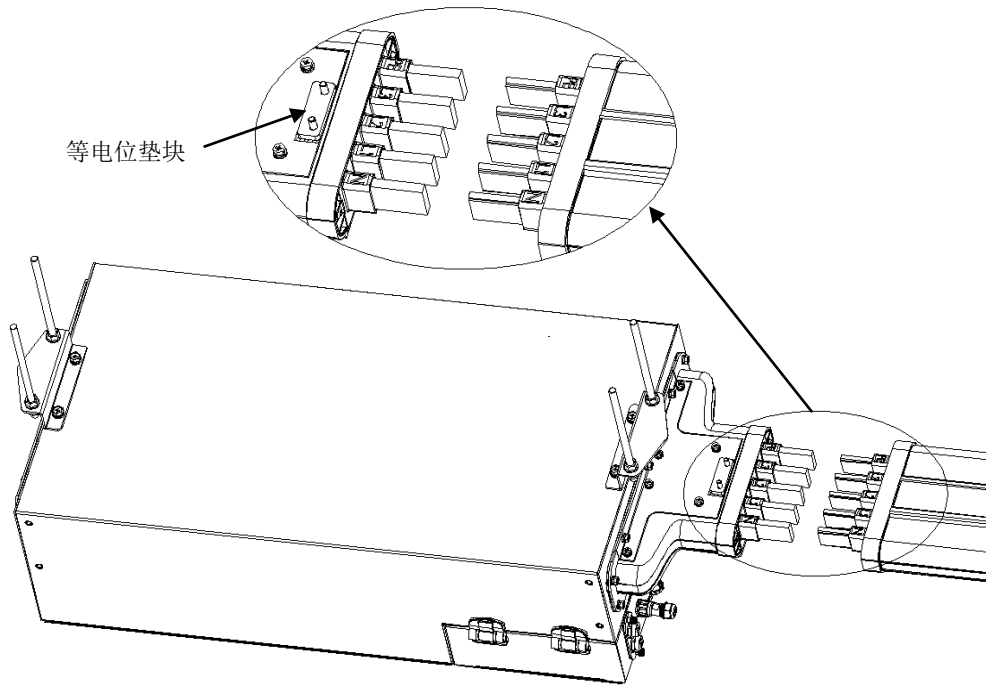

图 2-3 始端箱水平安装示意图
5. 始端箱和直线端之间的连接组件的装配方法参照连接组件的装配指导，详见 2.4.4 节；但是在始端箱侧需要用等电位垫块（见图 2-3）替代固定支架。
1. 始端箱与直线段配合装配时，直线段装配具有方向性，直线段端头标签相序需要和始端箱上的保持一致，详见图 2-3。
- 步骤 5. 检查直线段、连接件的标签, 检查接地通道位置, 确保相序和接地通道位置正确 (见图 2-3 和 2-8)。